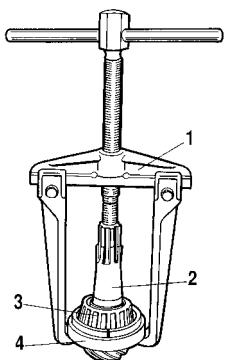

Рис. 3-64. Снятие внутреннего кольца заднего подшипника ведущей шестерни универсальным съемником A.40005/1/7:
- снимите с ведущей шестерни распорную втулку и с помощью универсального съемника A.40005/1/7 и оправки A.45008 (рис. 3-64) снимите внутреннее кольцо заднего роликового подшипника;